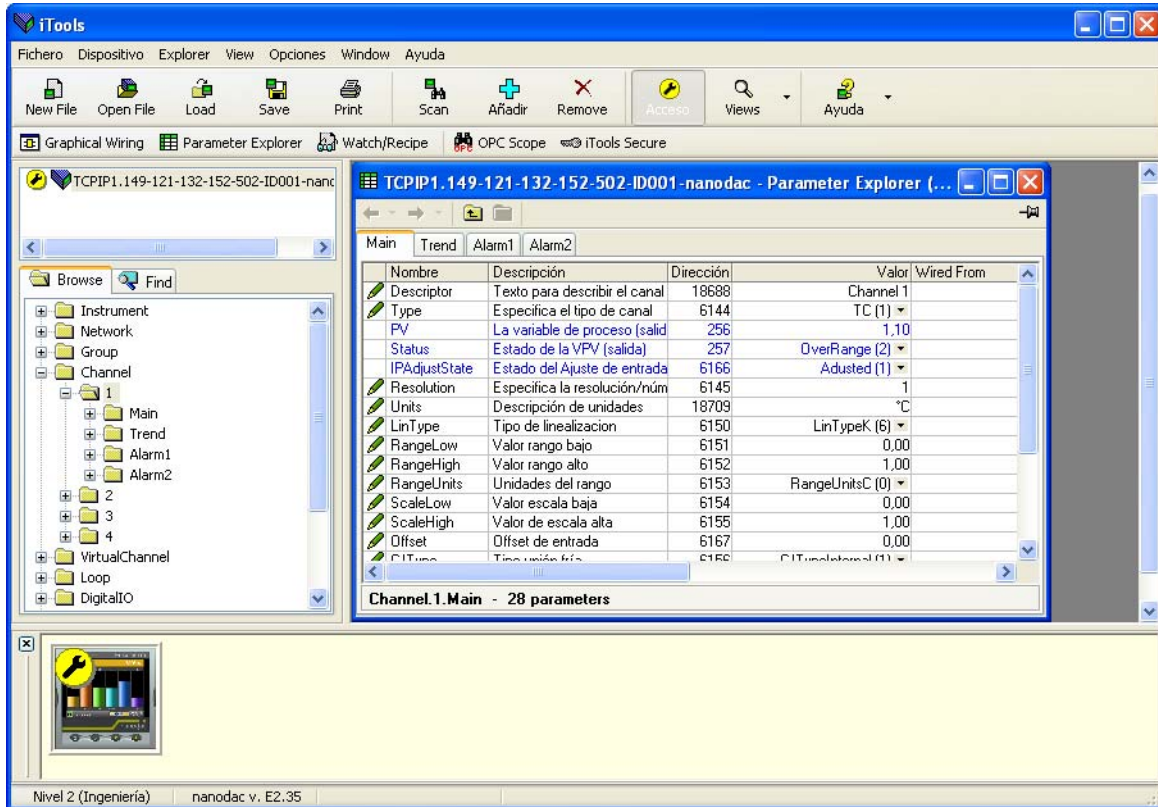
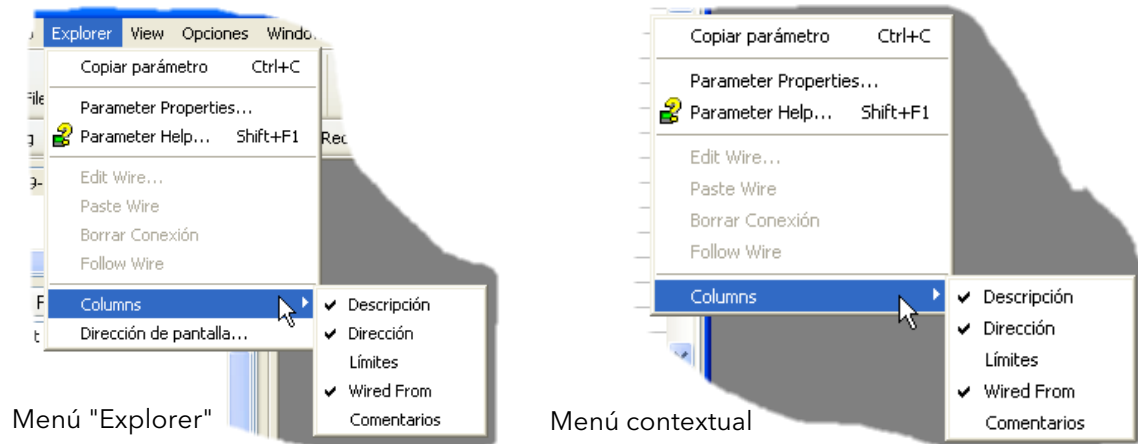

Figura 6.4a Ejemplo de tabla de parámetros
Figura 6.4b Activación/desactivación de columnas
En todos estos casos, la ventana de iTools mostrará los parámetros del bloque funcional en forma tabular, como en el ejemplo de la Figura 6.4a.
Esta figura muestra la tabla en formato predeterminado. Es posible añadir o eliminar columnas usando la opción "Columns" del menú "Explorer" o del menú contextual (Figura 6.4b).
2. Columnas: La ventana predeterminada del explorador (Figura 6.4a) contiene las columnas "Nombre", "Descripción", "Dirección", "Valor" y "Wired From". Como muestra la Figura 6.4b, es posible seleccionar las columnas que aparecen en pantalla (hasta cierto punto) usando el menú "Explorer" o el menú contextual. En el ejemplo anterior se ha activado la opción "Límites".